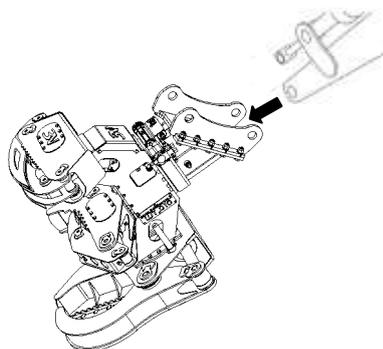

Fig. 4.4.1
- Approcher l'engin actionneur en faisant passer le bras à l'intérieur de l'accouplement de la *machine* (Fig. 4.4.1).